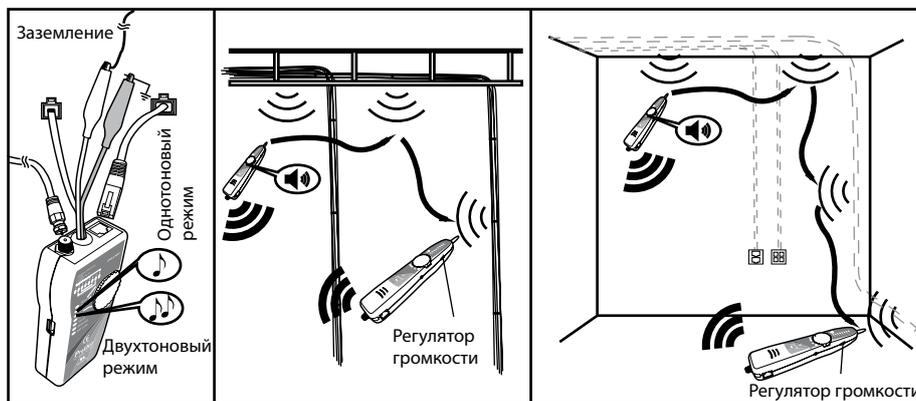

Рис. 3. Поиск мест прокладки нужного кабеля
Поиск мест прокладки кабелей выполняйте так, как это указано ниже (для справки обратитесь к рис. 3).
1. Подключите черный зажим типа «крокодил» к заземлению, а красный зажим к розетке или распределительной коробке, как это показано на рис. 3.